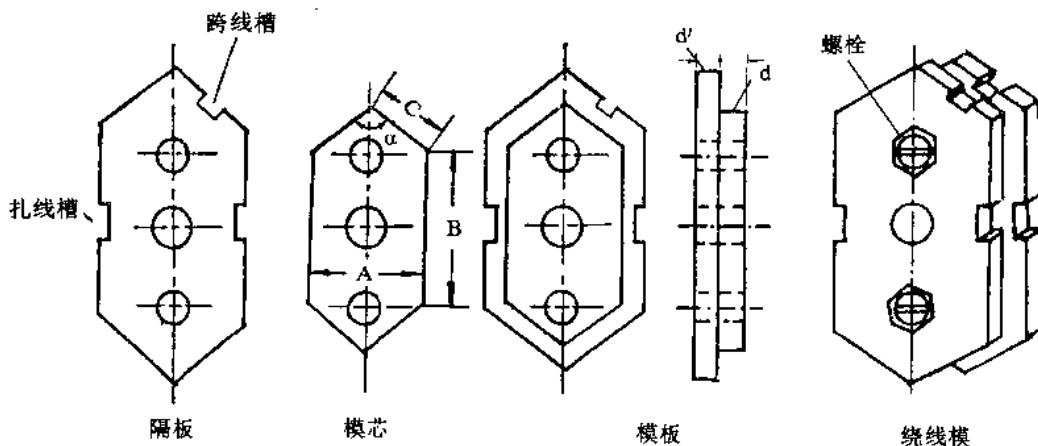

图 1-6 梭形线模
(1) 梭形线模 梭形线模的模芯呈梭形,一片隔板与一片模芯用树脂胶粘合在一起成为一片模板,将若干片模板重迭在一起,最后加一块隔板用长螺栓贯穿紧固,便形成一个绕组模。如图 1-6 所示。